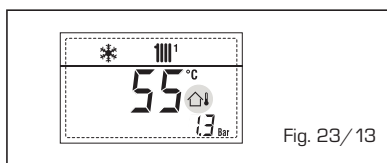

Fig. 23/13
**- INTERVENÇÃO TERMÓSTATO DE SEGURANÇA PRIMEIRA ZONA MISTURADA "ALL 20"** (fig. 23/14)